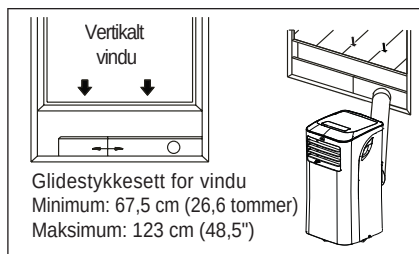

Fig. 8
5. Fest overgangsstykke B til glidestykket for vindu, og tett igjen. (Fig. 8 og 9)